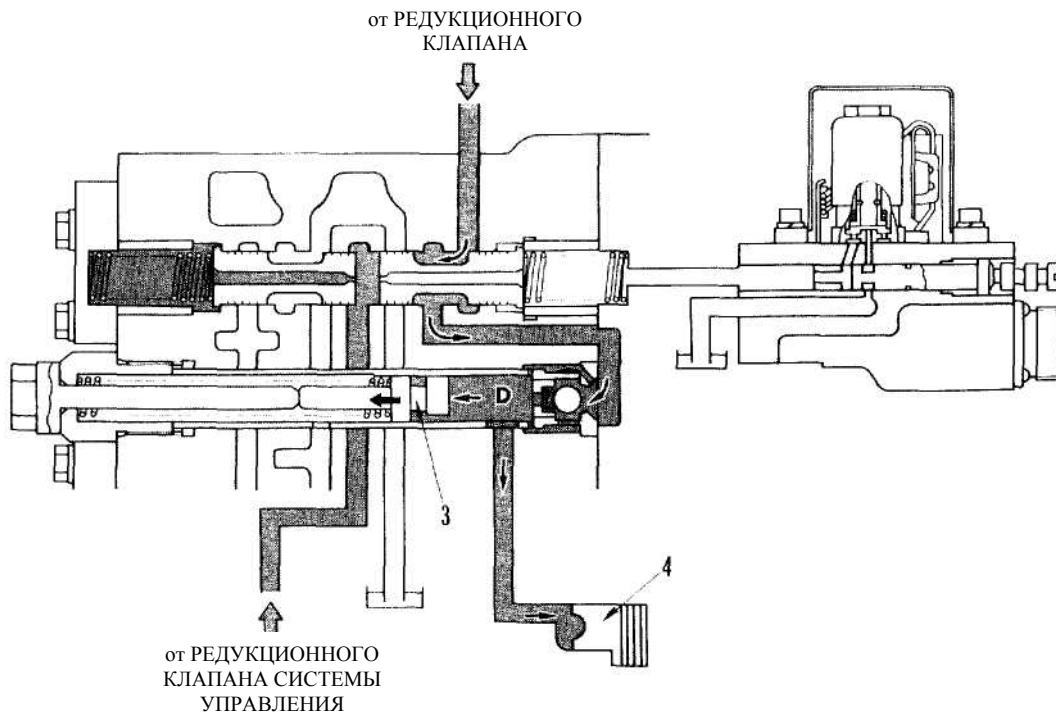

Рис. 2.37 Когда переключение на 2-ю передачу завершено
- 4) По мере увеличения давления в канале D клапан-гидроаккумулятор (3) смещается в направлении, которое показано стрелкой, до упора (Рис. 2.37). В то же время масло поступает на поршень муфты, включает муфту 2-й передачи (4), завершая переключение передачи.